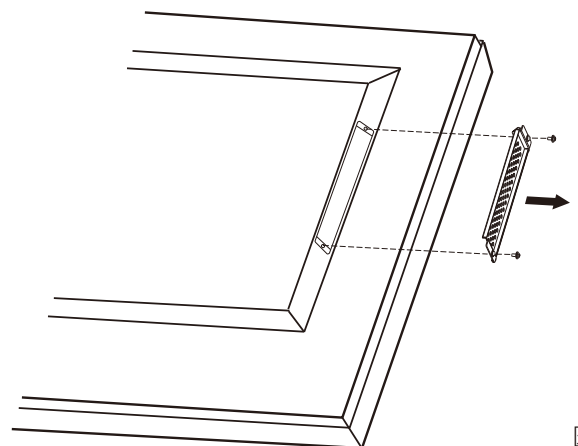

図1
- オプションボード用スロットのネジを外し(図1)、オプションボードのカバーを取り外します。